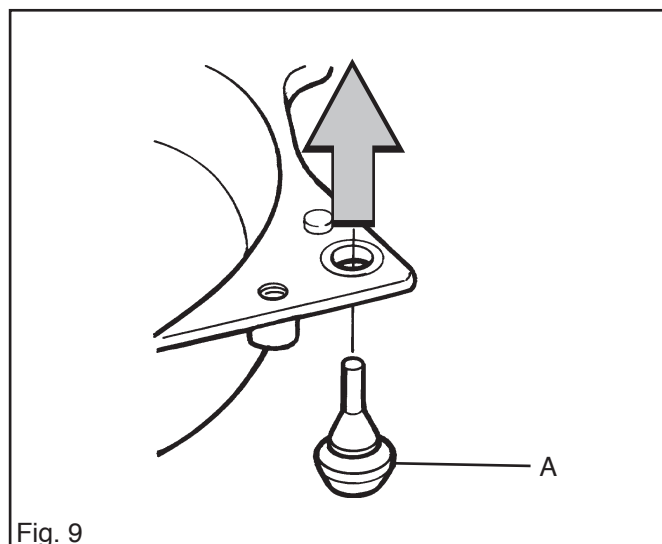

Fig. 9
- D. Monter le butoir en caoutchouc (A). Voir fig. 9.